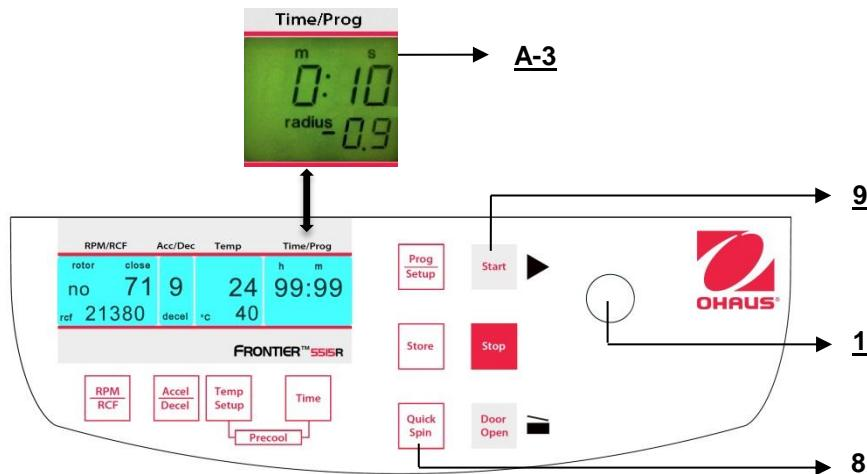

Abbildung. 26
Sie können die Zentrifuge entweder mit der Taste "Start" (9) (siehe Abbildung 26) oder der Taste "Quick Spin" (8) starten.